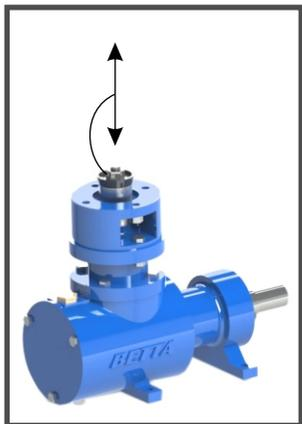

Fig. 41
- 5- Tentar movimentar o suporte do reparo para cima e para baixo sem girar o eixo da bomba e verificar se existe folga excessiva nessa peça. Se isto ocorrer proceder a substituição das peças danificadas do interior do carter. (Fig. 41)